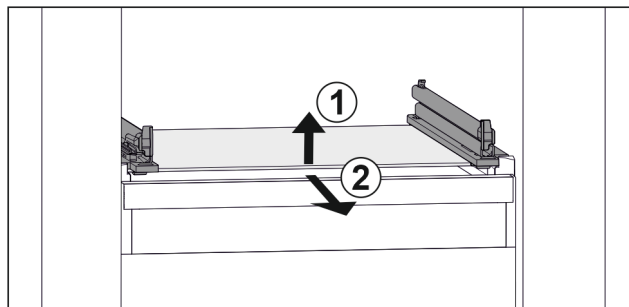

Fig. 118 Príklad zobrazenia sklenenej dosky
- ▶ Nadvihnite sklenenú dosku vpredu. Fig. 118 (1)
- ▶ Odoberte sklenenú dosku dopredu. Fig. 118 (2)